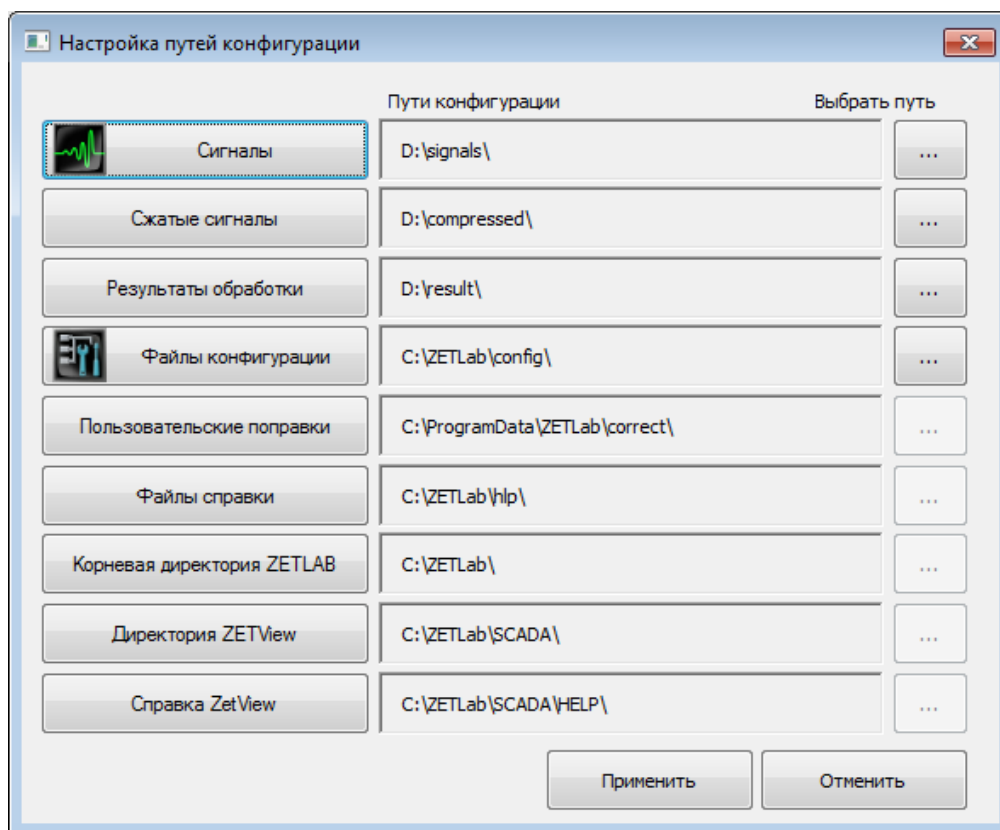

Рис. 5.6 Программа «Пути конфигурации пользователя»
11. Открыть программу «Пути конфигурации пользователя» (Рис. 5.6) нажатием по соответствующей иконке в главном меню панели ZETLAB.